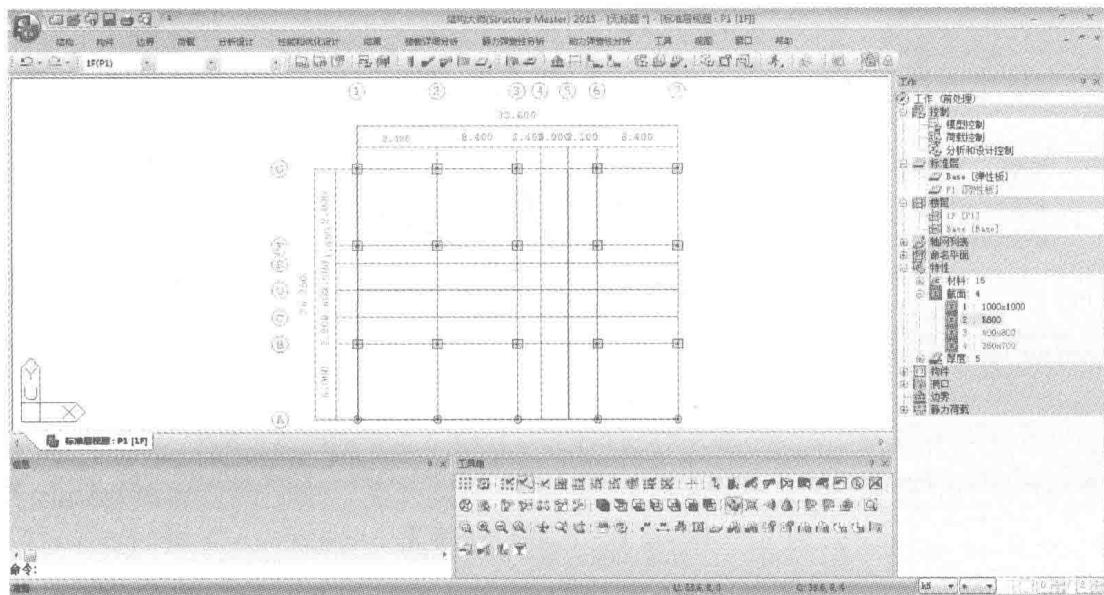

图 2.2-8 柱构件的布置
1. 单击【构件】>【建立构件】>【柱】，弹出建立构件对话框，选择构件类型：柱，截面：1:1000×1一点。如图2.2-8所示。